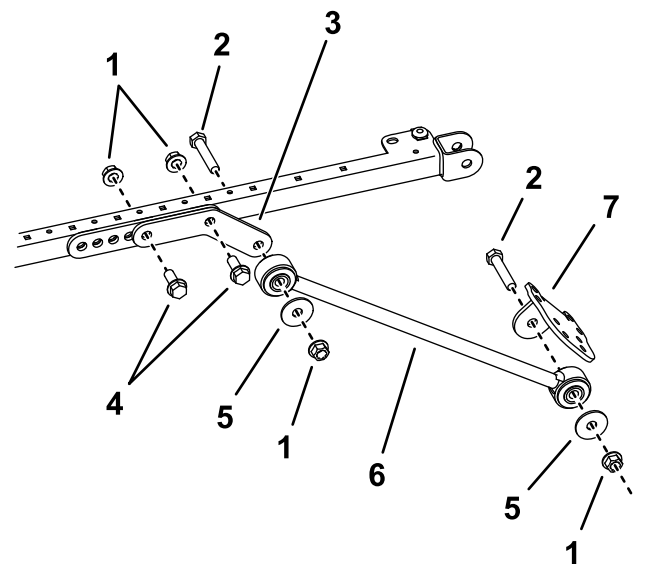

Figura 40
9. Su ciascun lato del telaio del parasole montate, senza serrare, una biella sul foro posteriore e centrale della staffa di montaggio con 2 bulloni ($\frac{1}{2}$ " x $1\frac{1}{2}$ ") e 2 dadi flangiati ($\frac{1}{2}$ "), come illustrato nella Figura 40.
10. Collegate un supporto di ancoraggio sul lato esterno di ciascuna biella con un bullone ($\frac{1}{2}$ " x $2\frac{1}{2}$ "), una rondella ($\frac{1}{2}$ "), e un dado flangiato ($\frac{1}{2}$ "), come illustrato nella Figura 40.
11. Montate, senza serrarla, una staffa di ancoraggio su ciascun supporto di ancoraggio con un bullone ($\frac{1}{2}$ " x $2\frac{1}{2}$ "), una rondella ($\frac{1}{2}$ "), e un dado flangiato ($\frac{1}{2}$ "), come illustrato nella Figura 40.